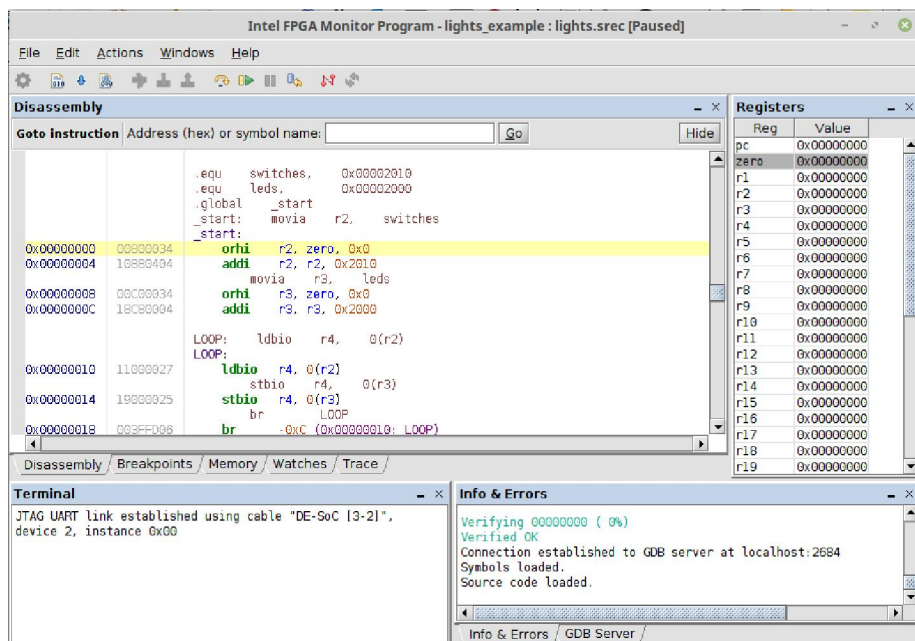

Рисунок 26. Вікно дебагера.
30. Після завантаження програми, відкриється вікно дебагера. Воно показано на рис. 26.